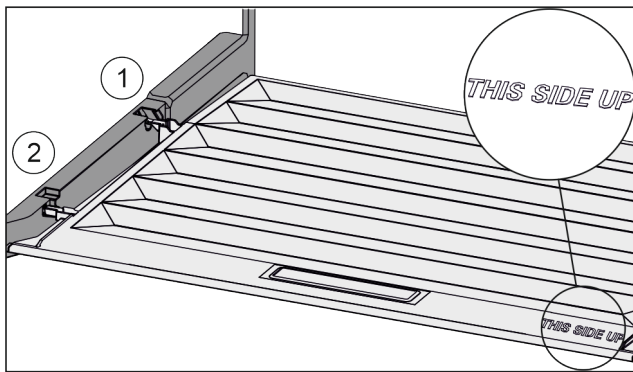

Fig. 85
- ▶ Inserire le nervature del coperchio attraverso l'apertura del supporto posteriore Fig. 85 (1) e innestare anteriormente nel supporto Fig. 85 (2).